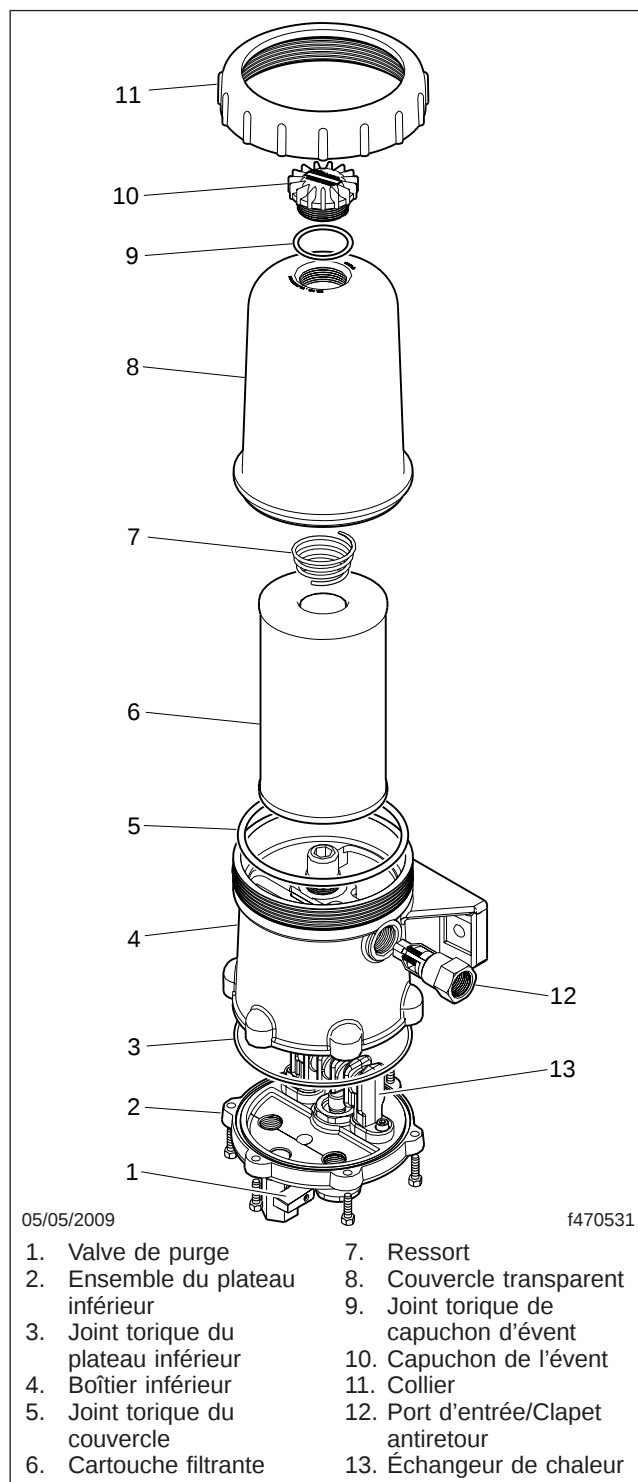
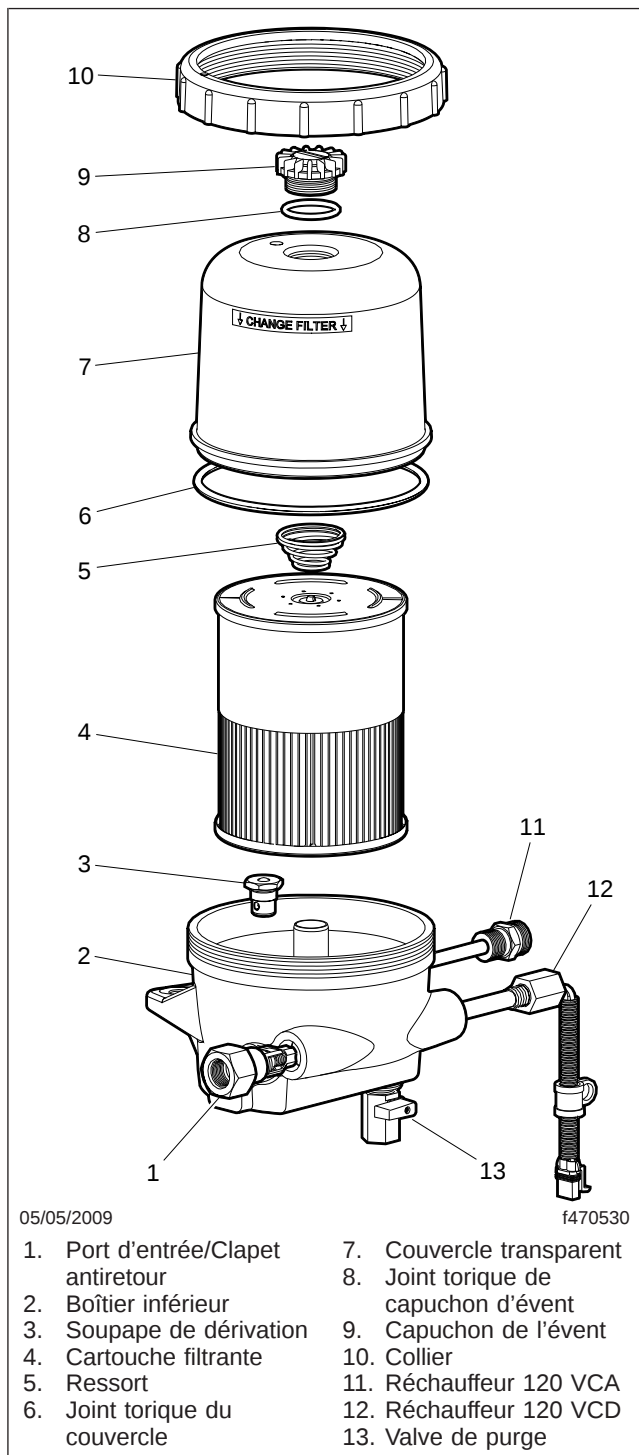

Fig. 4, DAVCO Fuel Pro 382
Fig. 5, DAVCO Fuel Pro 482
6. Retirez le filtre, le joint torique du couvercle et celui du capuchon d'évent. Éliminez-les selon une méthode acceptable d'un point de vue environnemental. Voir la figure 4 ou la figure 5.